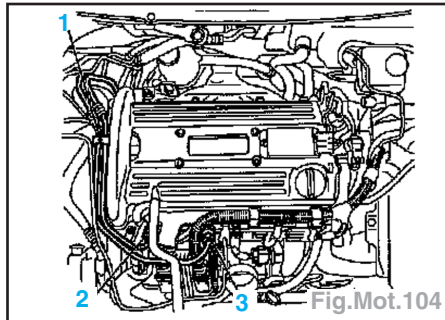

Fig.Mot.104
- Défaire les raccords (2 et 3), ouvrir le clip (1) et les placer sur le coté (Fig.Mot.104).